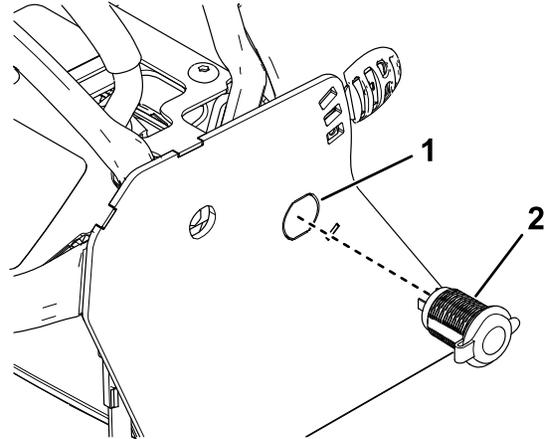

Figure 5
- Retirez le cache amovible sur le côté droit de la machine (Figure 5).
- Montez la prise 12 V et fixez-la avec la bague de blocage (Figure 5).